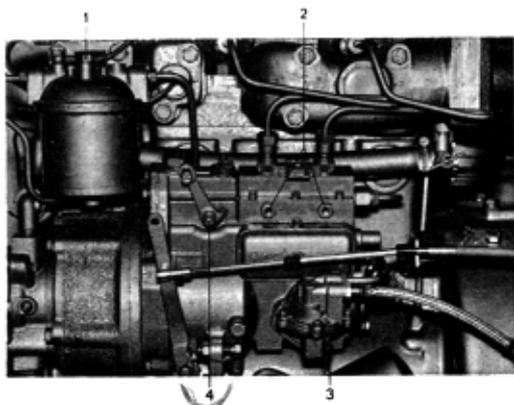

Abb. 6 Einspritzpumpe und Kraftstofffilter
- a) Kraftstoff mit der Handpumpeinrichtung vorpumpen, siehe 3, Abb. 6.
- b) Nippelschraube für die Rückkölleitung zum Kraftstofftank lösen. Diese befindet sich auf dem Kraftstofffilter, siehe 1, Abb. 6. Nochmals mit der Handpumpe pumpen, bis luftfreier Kraftstoff ausströmt.
- c) Die vordere Entlüftungsschraube auf der Einspritzpumpe öffnen, siehe 2, Abb. 6. Nochmals mit der Handpumpe pumpen, bis auch hier luftfreier Kraftstoff ausströmt. Entlüftungsschraube schließen.
Wenn der Motor bei kaltem Wetter verwendet wird, ist der Bedienungshebel in Lage für $\frac{1}{4}$ der Höchstdrehzahl zu stellen, worauf der Kaltstartknopf auf der Einspritzpumpe für Zusatzkraftstoff einzudrücken ist (4, Abb. 6).